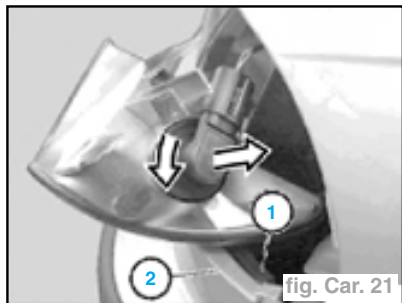

fig. Car. 21
- Déclipser l'ampoule avec la douille (fig. Car. 21).
- Veiller à ce que le joint en caoutchouc (1) reste collée sur le cache (2). Le recoller au besoin.